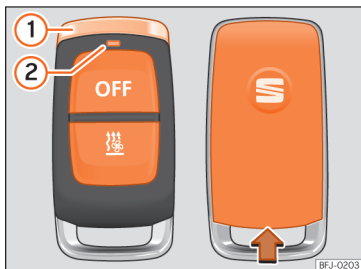

Abb. 117 Standheizung: mit Funkfernbedienung
Die LED der Funkfernbedienung >>> (Abb. 117) ② zeigt dem Nutzer nach einem Tastendruck verschiedene Zustände an:
- Funkfernbedienung mit dem verchromten Stift >>> (Abb. 117) ① senkrecht nach oben halten.
- Geeignetes Werkzeug, z. B. Schraubendreher, in Pfeilrichtung in die Aussparung des Gehäuses der Funkfernbedienung stecken »» (Abb. 117).
- Abdeckung entgegen der Pfeilrichtung schieben, bis sie einrastet »» (Abb. 117).